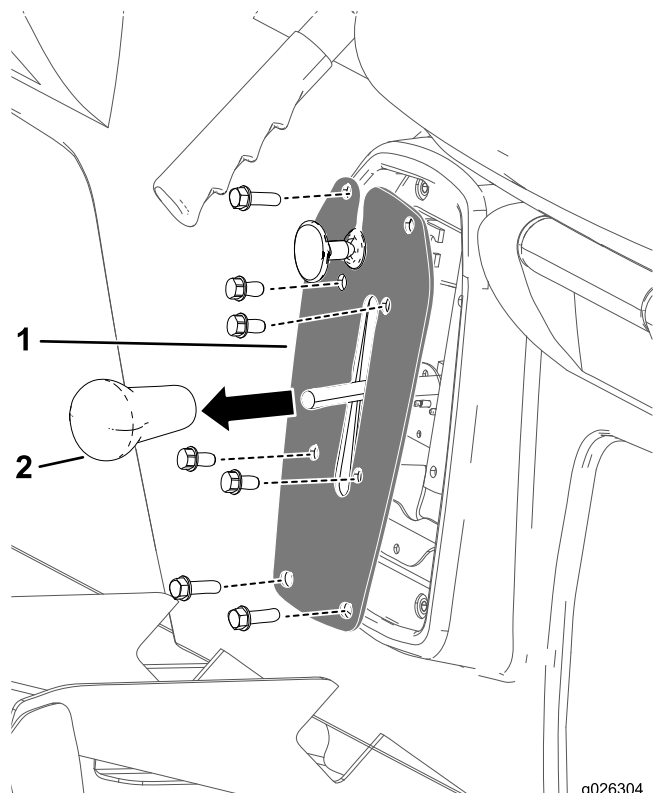

Figura 39
1. Retire o manípulo da alavanca das mudanças (Figura 39).
2. Retire os 4 parafusos que prendem a placa das mudanças ao suporte das mudanças (Figura 39).
3. Retire os 4 parafusos que prendem a placa das mudanças à base do banco e retire a placa das mudanças (Figura 39).
4. Enrosque o manípulo da alavanca das mudanças e aperte o manípulo à mão (Figura 39).